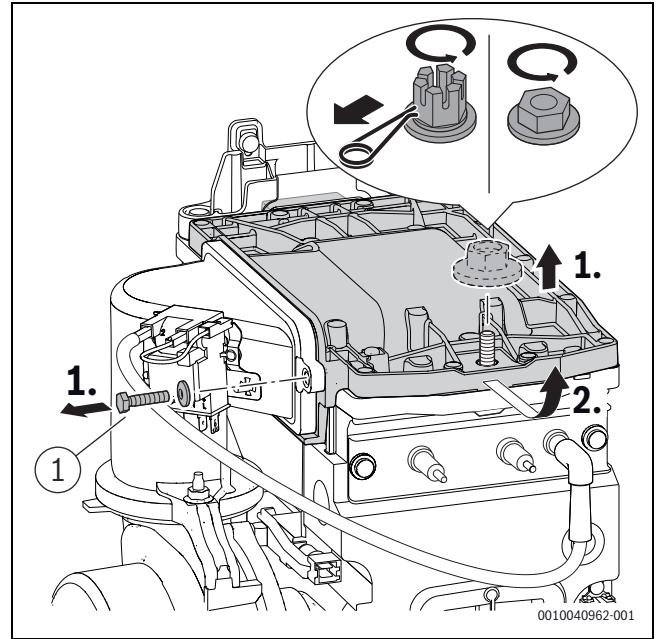

Bild 60 Brennerdeckel ausbauen
- ▶ Schraube ([1], Bild 60) am Brennerdeckel mit 5,5+0,5 Nm festziehen.